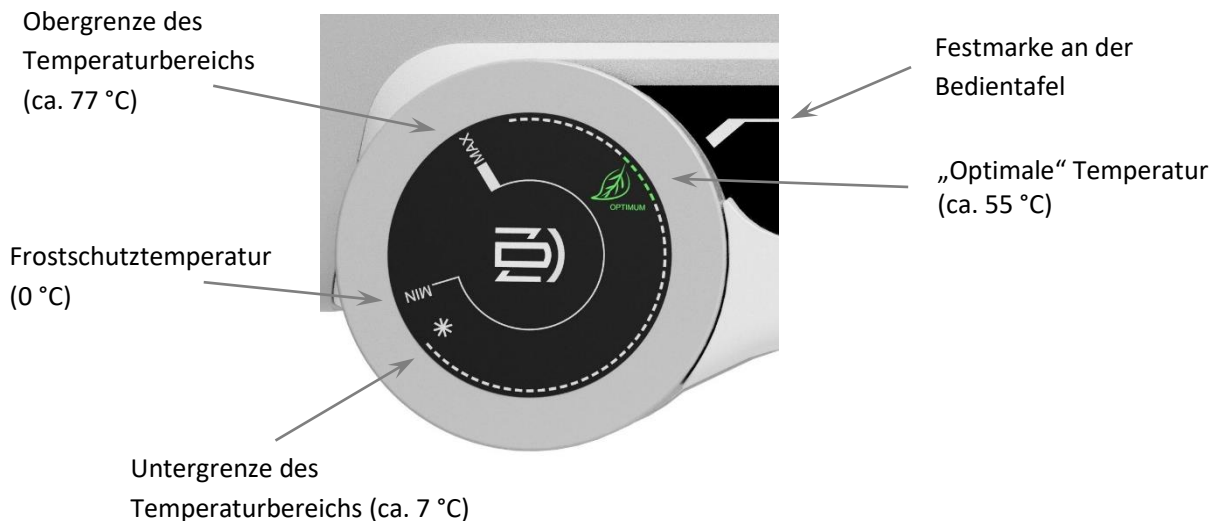

Abbildung 9
**Weder das Thermostat noch sonstige (Abbildung 9) Teile der Bedientafel sind tragende Teile, die zu irgendeiner Handhabung mit dem Warmwasserbereiter dienen könnten.**
Die Wassertemperatur wird durch Verstellen des Thermostatknopfs eingestellt. Das gewünschte Symbol wird gegenüber dem festen Punkt an der Bedientafel eingestellt (Abbildung 9).